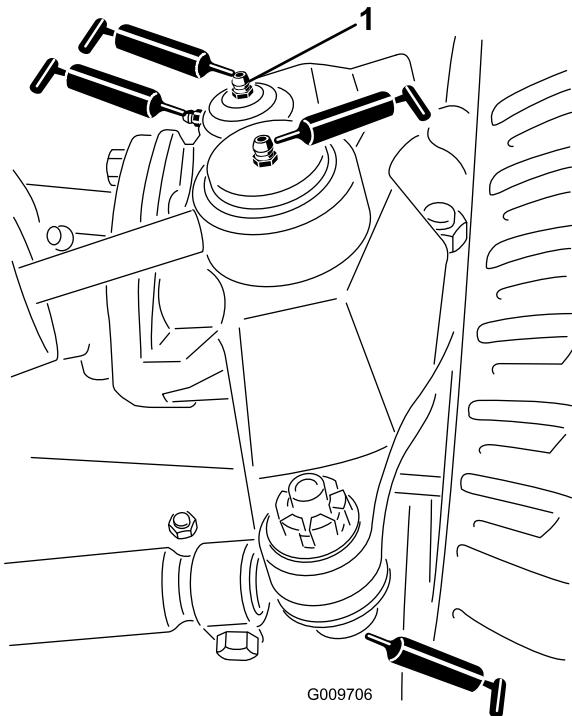

图 43
- 转向油缸球窝接头 (2) 图 43
- 横拉杆球窝接头 (2) (图 43)
- 主销轴套 (2) (图 43)。 **主销顶部接头应每年润滑一次2个泵。**